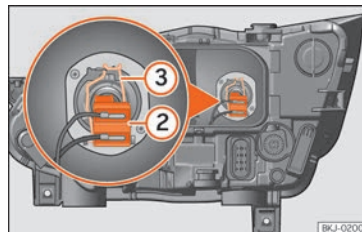

Fig. 55 En el vano motor: lámpara de luz de cruce.
- Extraiga el conector de la lámpara » » » **fig. 55** (2).
- Desenganche el resorte del retentor »» fig. 55 ③ presionándolo hacia dentro y a la derecha.